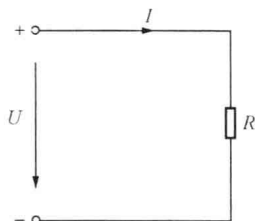

图 1-6 部分电路
(1) 部分电路欧姆定律。如图 1-6 所示, 电阻 R 连接到电路中, 电压 U 作用在电阻两端, 就有电流 I 流过电阻。这时电路中电压、电流、电阻的数值存在确定的相互关系。德国科学家欧姆首先发现了这一规律, 因而称其为欧姆定律。欧姆定律表达为电流与电压成正比, 与电阻成反比, 其数学表达式为